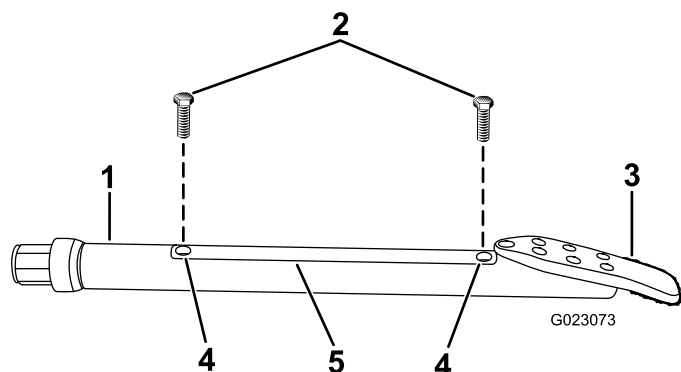

**Bild 58**
2. Lösen Sie die Schrauben, mit denen die Gehäuseabdeckung befestigt ist, und nehmen Sie die Abdeckung ab (Bild 58).
4. Montieren Sie die Gehäuseabdeckung und befestigen Sie sie mit den Schrauben (Bild 58).